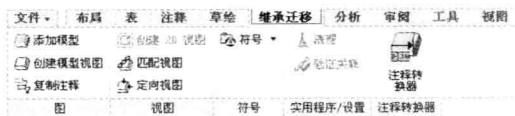

图 12-6 “继承迁移”选项卡
- “继承迁移”选项卡:主要用来对所创建的工程图视图进行切换、创建匹配符号等,如图 12-6 所示。